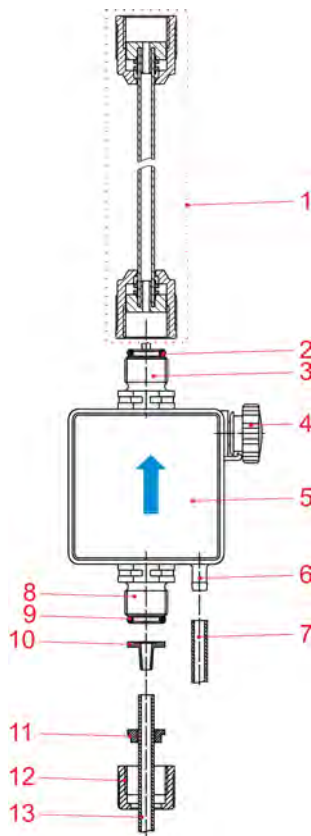

Fig. 9 : Installation hydraulique
S'assurer lors du raccordement des conduites d'aspiration et de refoulement que les joints toriques (Fig. 9 , repères 5 et 11) sont montés sur les raccords afin d'obtenir l'étanchéité nécessaire.
1. ➤ Poser le joint torique (Fig. 9 , repère 2) dans la rainure de la soupape.
4. ➤ Montez la conduite de dosage ainsi confectionnée (Fig. 9 , repère 1).
5. ➤ Posez le joint torique (Fig. 9 , repère 2) dans la rainure de la soupape et serrez l'écrou-raccord.
2. ➤ Faire coulisser l'écrou-raccord (Fig. 9 , repère 12) et la pièce de serrage (Fig. 9 , repère 11) sur le flexible.
3. ➤ Enfoncer l'écrou-raccord et la pièce de serrage jusqu'à la collerette de butée sur la pièce conique (Fig. 9 , repère 10).
4. ➤ Poser le joint torique (Fig. 9 , repère 9) dans la rainure de la soupape.